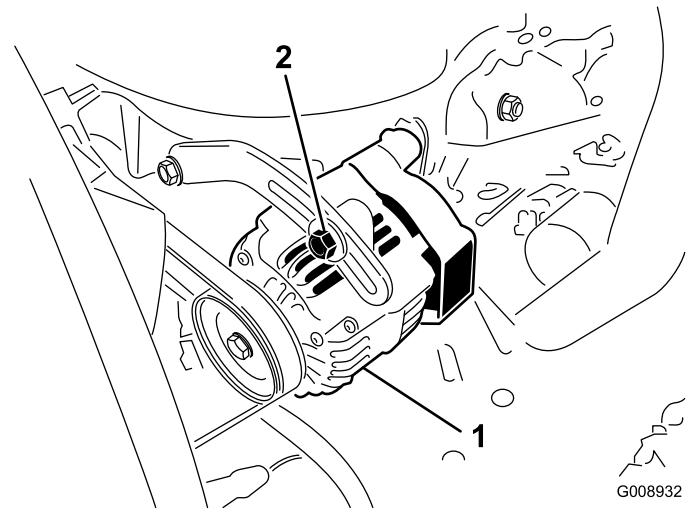

Figura 65
2. Si la desviación no es de 10 mm ( $\frac{3}{8}$ "), afloje los pernos de montaje del alternador (Figura 65).